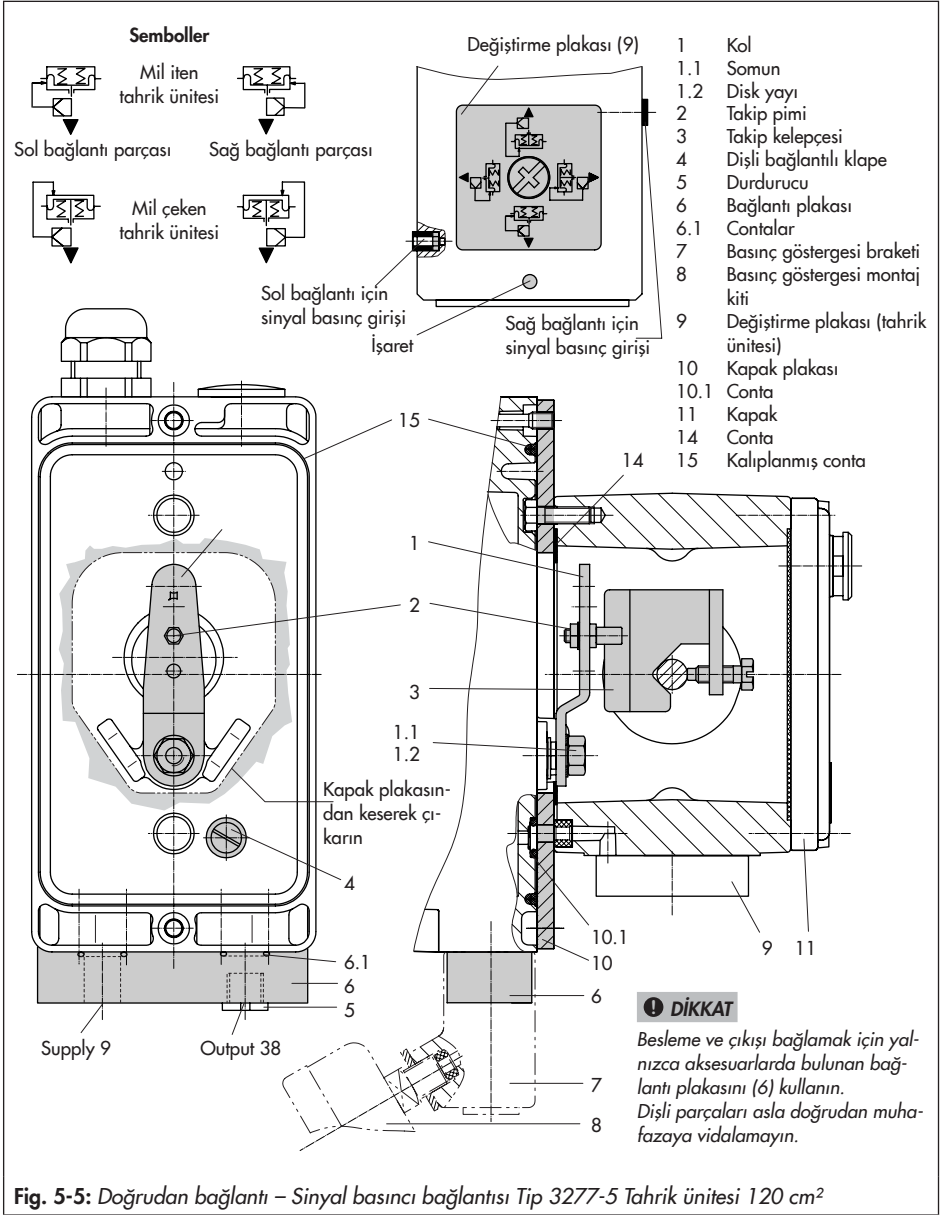

Fig. 5-5: Doğrudan bağlantı – Sinyal basıncı bağlantısı Tip 3277-5 Tahrik ünitesi 120 cm²
120 cm² tahrik ünitesi (bkz. Fig. 5-5)
4. Kapak plakasını (10), oluşun dar tarafı (Fig. 5-5, sol) sinyal basınç bağlantısına bakacak şekilde monte edin. Contanın (14) tahrik ünitesi yoke bağlantısına doğru baktığından emin olun.
5. **15 mm strok:** Takip pimini (2) M kolu üzerinde (1) 35 nolu pim konumundaki pozisyonerin arkasına sabitleyin (teslim edilmiş halde).
7.5 mm strok: Takip pimini (2) 35 nolu pim konumundan çıkarın, pim konumu 25 için deliğe yeniden yerleştirin ve sıkıca vidalayın.